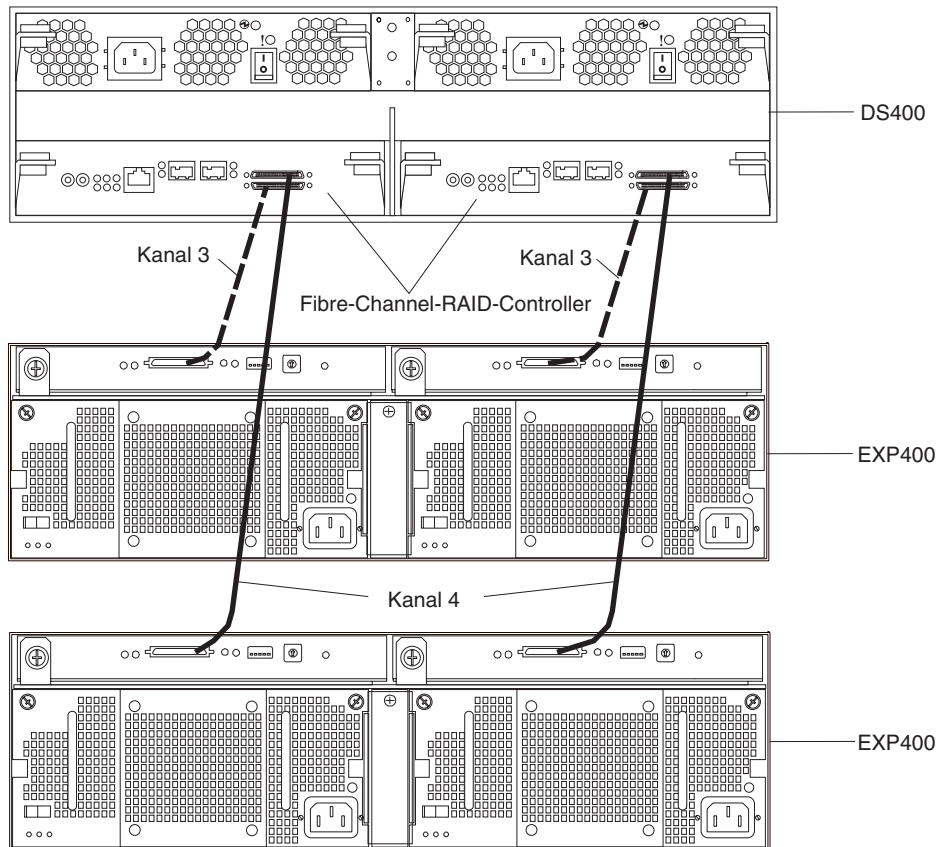

Abbildung 38. Zwei EXP400-Erweiterungseinheiten an ein DS400-Speichersubsystem mit zwei Controllern anschließen
2. Schließen Sie die EXP400-Erweiterungseinheit mit einem IBM 2M-SCSI-Kabel (das im Lieferumfang der Erweiterungseinheit enthalten ist) oder mit einem 4.2M-LVD-SCSI-Kabel an das DS400-Speichersubsystem an (siehe Abb. 38 auf Seite 46). Sie können eine oder zwei Erweiterungseinheiten anschließen.